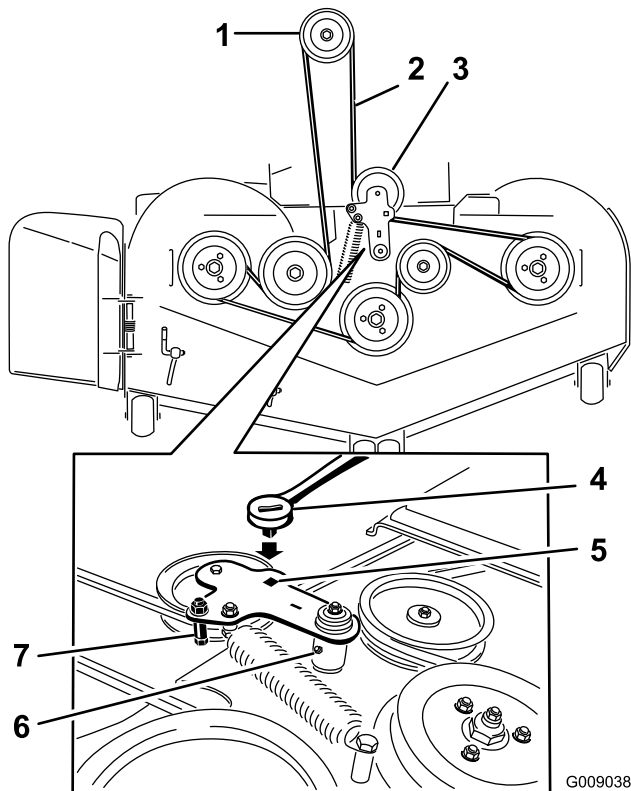

Figura 75
5. Utilice una llave de carraca en el taladro cuadrado del brazo tensor para aliviar la tensión del muelle tensor (Figura 75).
7. Retire la guía de la correa del brazo tensor tensado con muelle según lo ilustrado en Figura 75.
9. Pase la correa nueva alrededor de las poleas del cortacésped y de la polea del embrague, debajo del motor (Figura 75).
10. Instale la guía de la correa en el brazo tensor según se muestra en Figura 75.
11. Utilizando la llave de carraca en el taladro cuadrado, instale el muelle tensor (Figura 75).